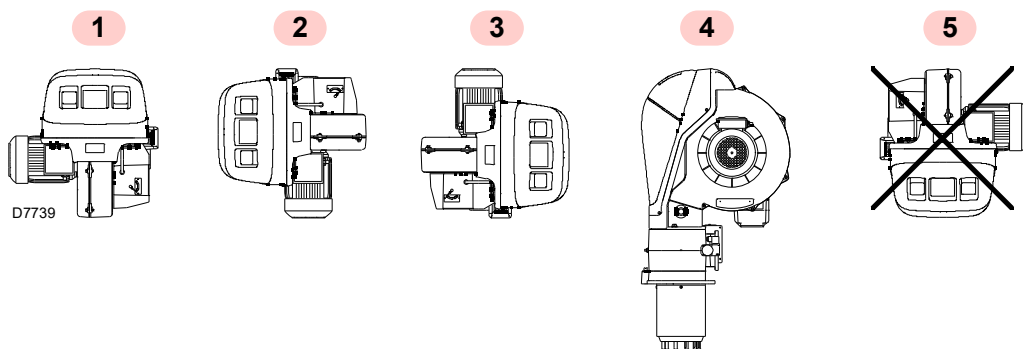

Fig. 12
- O queimador está predisposto exclusivamente para o funcionamento nas posições **1, 2, 3 e 4** (Fig. 12).